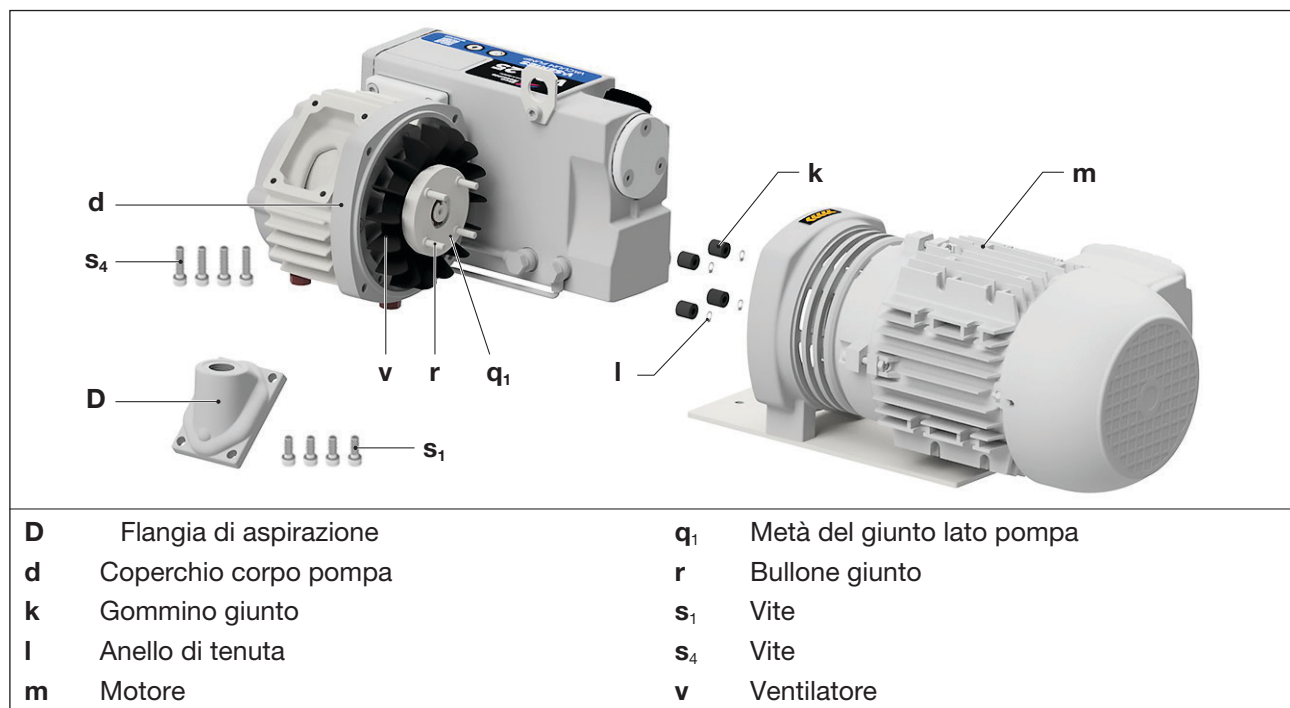

Fig. 8 Giunto
I gommini del giunto (Fig. 8/k) sono soggetti a usura e devono essere controllati regolarmente (almeno 1 x anno). I gommini del giunto usurati si notano attraverso un rumore di battito all'avvio della pompa..
- Allentare le viti (Fig. 8/s1) sulla flangia di aspirazione (Fig. 8/D) e rimuovere la pompa.
- Allentare le viti (Fig. 8/s4) sul coperchio dell'involucro (Fig. 8/d).
- Estrarre la pompa con il semigiunto lato pompa (Fig. 8/q1) e la ventola (Fig. 8/v) assialmente dal motore (Fig. 8/m).
- Controllare che i gommini del giunto (Fig. 8/k) non siano danneggiati e usurati e, se necessario, sostituirli. A tal fine, rimuovere gli anelli di sicurezza (Fig. 8/l) e i gommini del giunto usurati (Fig. 8/k) dai perni di accoppiamento (Fig. 8/r) e far scorrere i nuovi gommini del giunto con gli anelli di sicurezza sui perni di accoppiamento.
- Rimontare la pompa con il semigiunto lato pompa e la ventola sul motore e fissarla con le quattro viti (Fig. 8/s4). Coppia: 10 Nm Prestare attenzione alla posizione del giunto, i perni di accoppiamento del giunto sul lato pompa devono trovarsi nei fori del giunto sul lato motore, altrimenti il motore non può essere montato.
- Rimettere la flangia di aspirazione sull'alloggiamento e fissarla con le quattro viti (Fig. 8/s1). Coppia: 10 Nm Si consiglia di pulire il filtro a rete prima di montare la flangia di aspirazione. Vedi capitolo 7.5